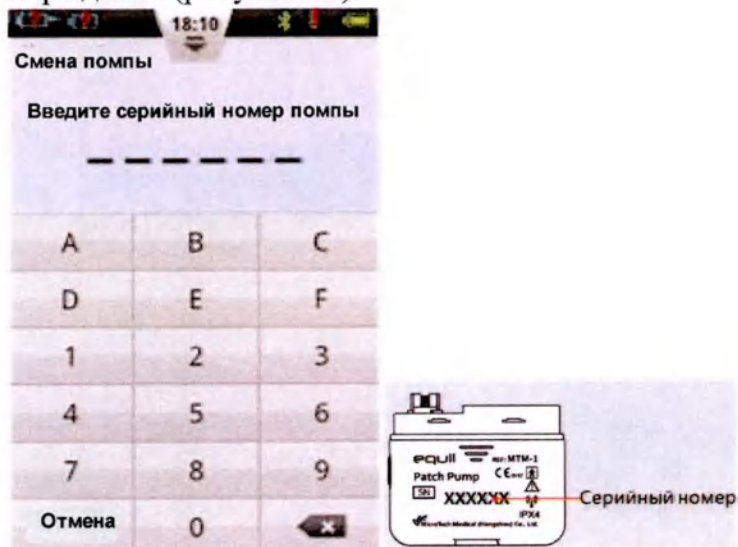

Рисунок 74
2. Введите серийный номер новой помпы в предназначенное для этого место (рисунок 74), используя экранную клавиатуру. Нажмите кнопку Back/Назад, чтобы выйти из клавиатуры, и нажмите Continue/Продолжить.